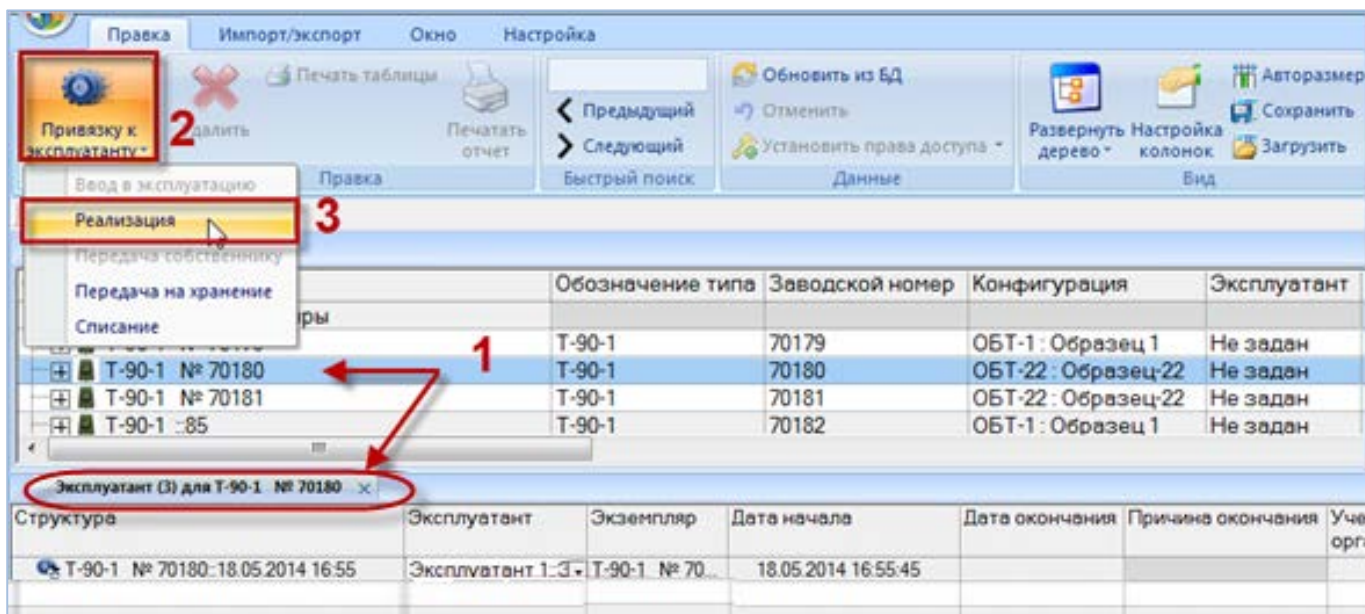

Рис. 22-22 – Создание движения
4) Открывается окно связанных объектов «Эксплуатант» для выбранного экземпляра ФИ (1 на рис. 22-22). Перейти в окно связанных объектов «Эксплуатант», нажать кнопку «Привязку к эксплуатанту» панели «Создать» и выбрать пункт «Реализация» в открывшемся меню (2 и 3 на рис. 22-22):